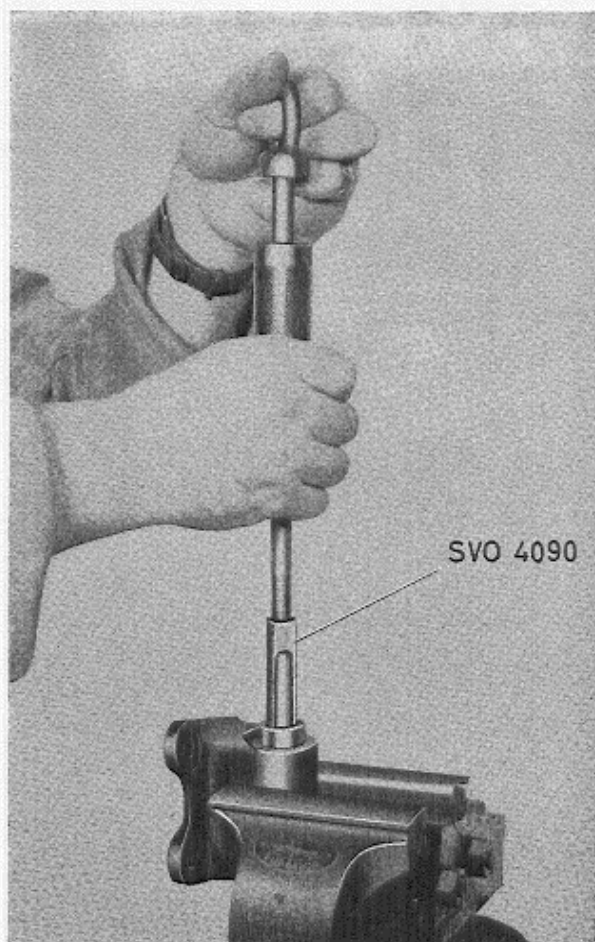

Abb. 44 Nadellager ausbauen
2. Konsole im Schraubstock anbringen und Nadellager mit Lagerabziehvorrichtung z. B. SVO 4090 (Abb. 44) abziehen.